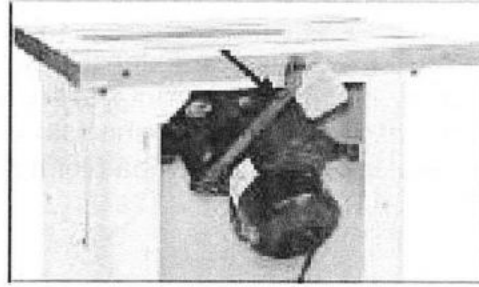

Figura 9.
1. Retire la traba de seguridad (ver Figura 9), y vuelva a instalar los elementos de fijación. Guarde la traba de seguridad para el transporte de la máquina posteriormente.